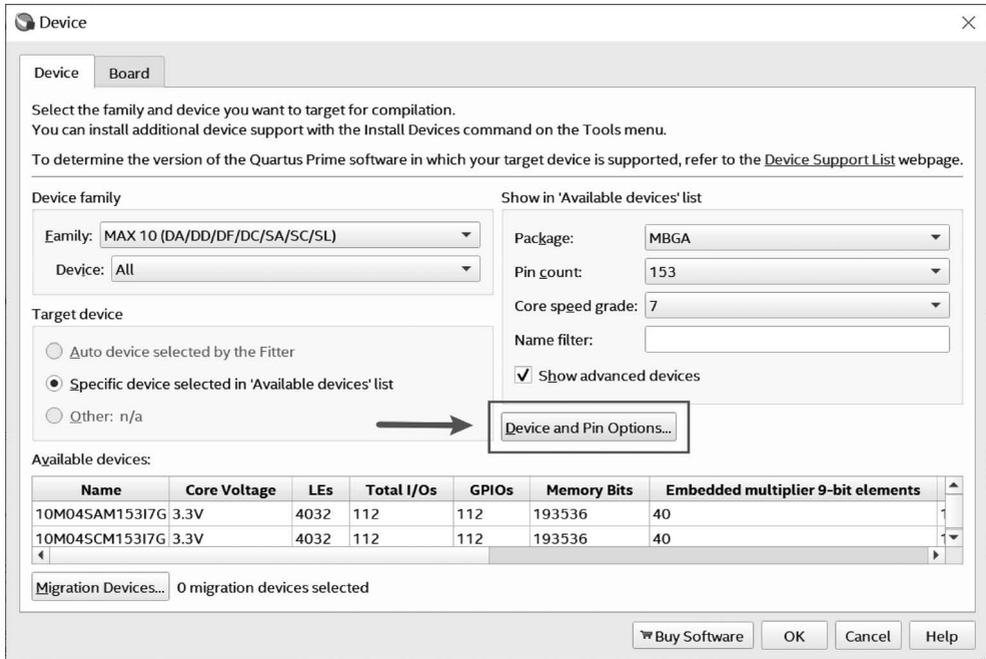

图 3.41 Quartus Prime 配置器件和引脚选项页面
(1) 选择 Assignments→Device 打开器件配置页面,然后单击页面中的 Device and Pin Options...选项打开器件和引脚选项页面。Quartus Prime 配置器件和引脚选项页面如图 3.41 所示。